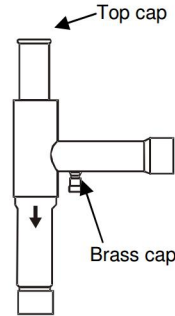

Fig. 2:
- Перед пайкой снимите верхнюю крышку и латунную крышку соединения 7/16" клапана Шредера. Убедитесь, что клапан Шредера вынут из регулятора (см. Рис. 2).
- Запустите систему. Проверьте правильность настройки давления PRE/PRC. Установите и плотно закрутите верхнюю и латунную крышки регулятора (см. Рис. 2).